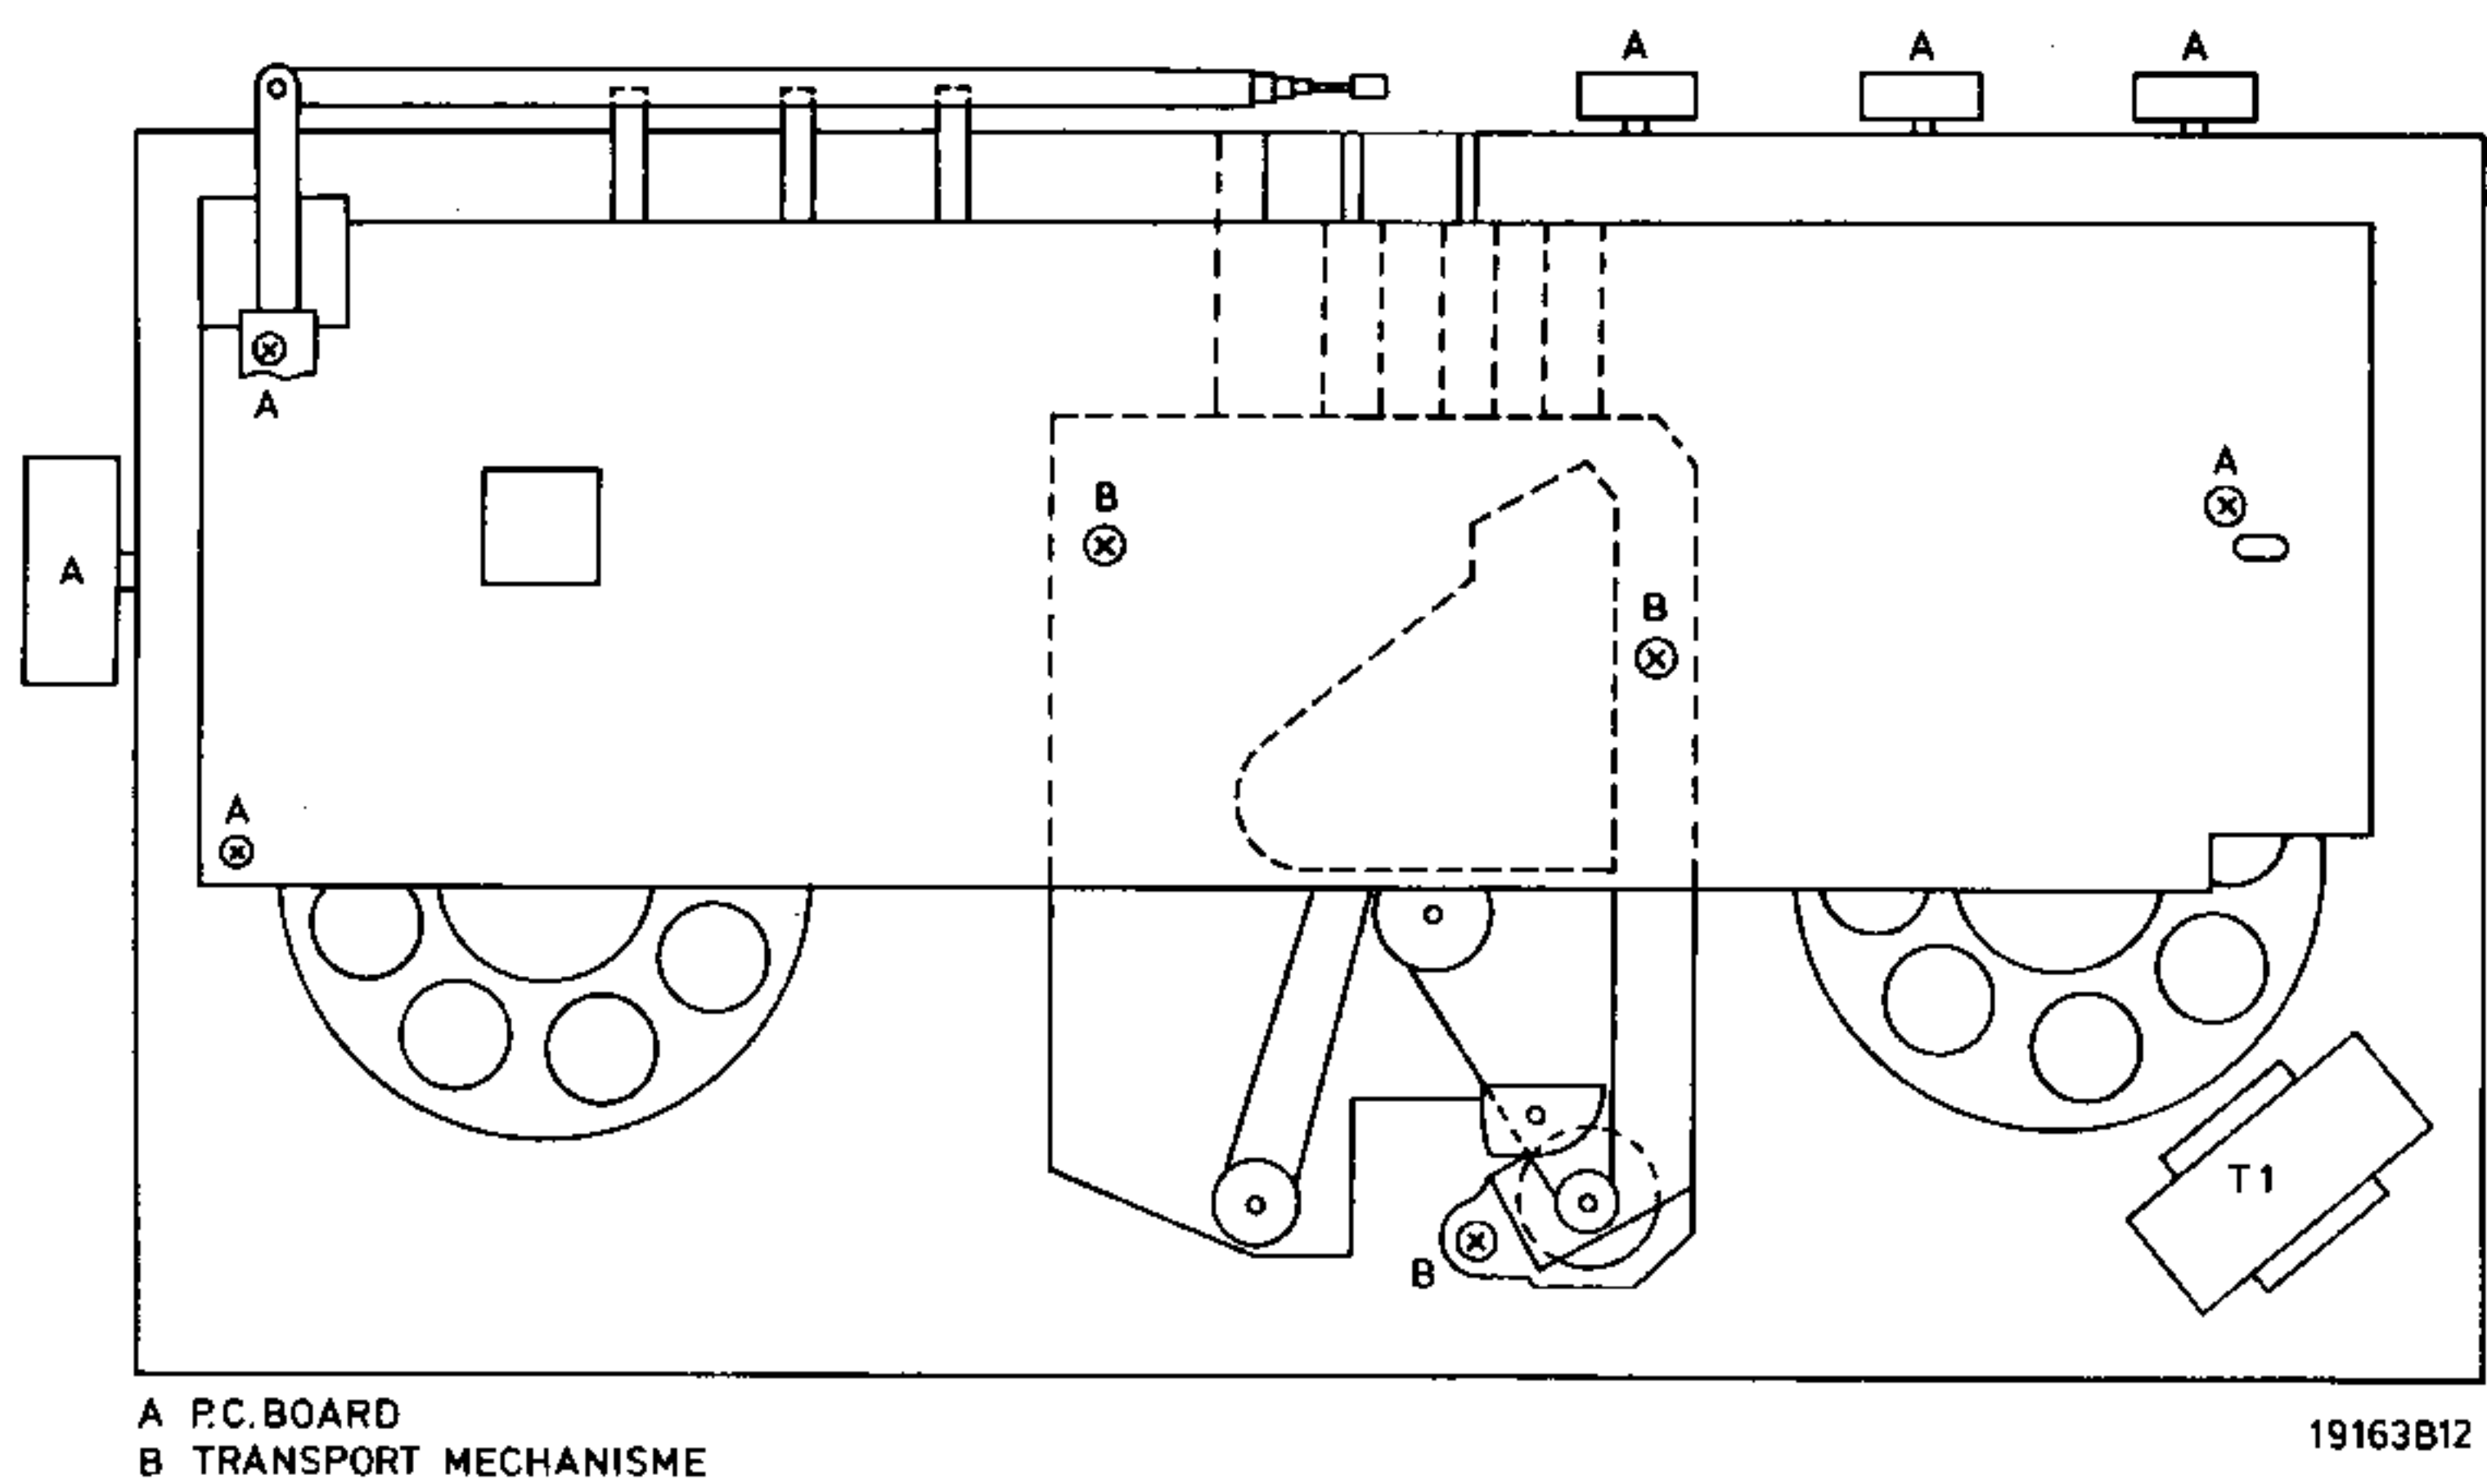

Fig. 4
**Gehäuse, Abb. 4 und 8**
Siehe auch Abb. 4.
- g. Zum Ausbau des Laufwerks müssen die Schrauben B gelöst werden. Siehe Abb. 4